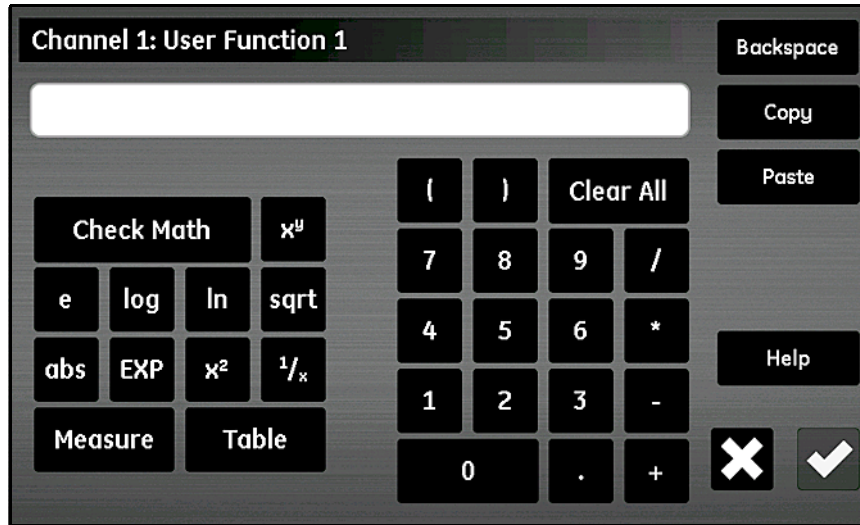

Figure 61: Écran Équation de fonction utilisateur
3. Touchez **Fonction utilis** pour sélectionner le nom de la fonction (**Fonc 1**, **Fonc 2**, **Fonc 3** ou **Fonc 4**). Touchez ensuite la grande zone de texte juste au-dessous de **Canal** pour ouvrir l'écran *Canal x:Fonction utilisateur y*, illustré à la *Figure 61* ci-dessous, et saisir l'équation de la fonction. Lorsque la définition de l'équation est terminée, touchez la **Coche** pour revenir à l'écran *Config fonction utilisateur*.
Les touches de l'écran illustré à la *Figure 61* ci-dessus permettent d'inclure des fonctions mathématiques classiques, de consulter des données à partir de tables utilisateur prédéfinies (voir "Saisie des tables définies par l'utilisateur" on page 69). La touche **Contrôle math** permet de trouver les erreurs dans la définition de l'équation. De plus, pour tout recommencer vous pouvez à tout moment toucher **Effacer**. Les touches **Copier** et **Coller** en haut à droite de l'écran permettent de copier des informations d'une fonction utilisateur vers une autre afin d'éviter d'avoir à saisir plusieurs fois les mêmes informations.